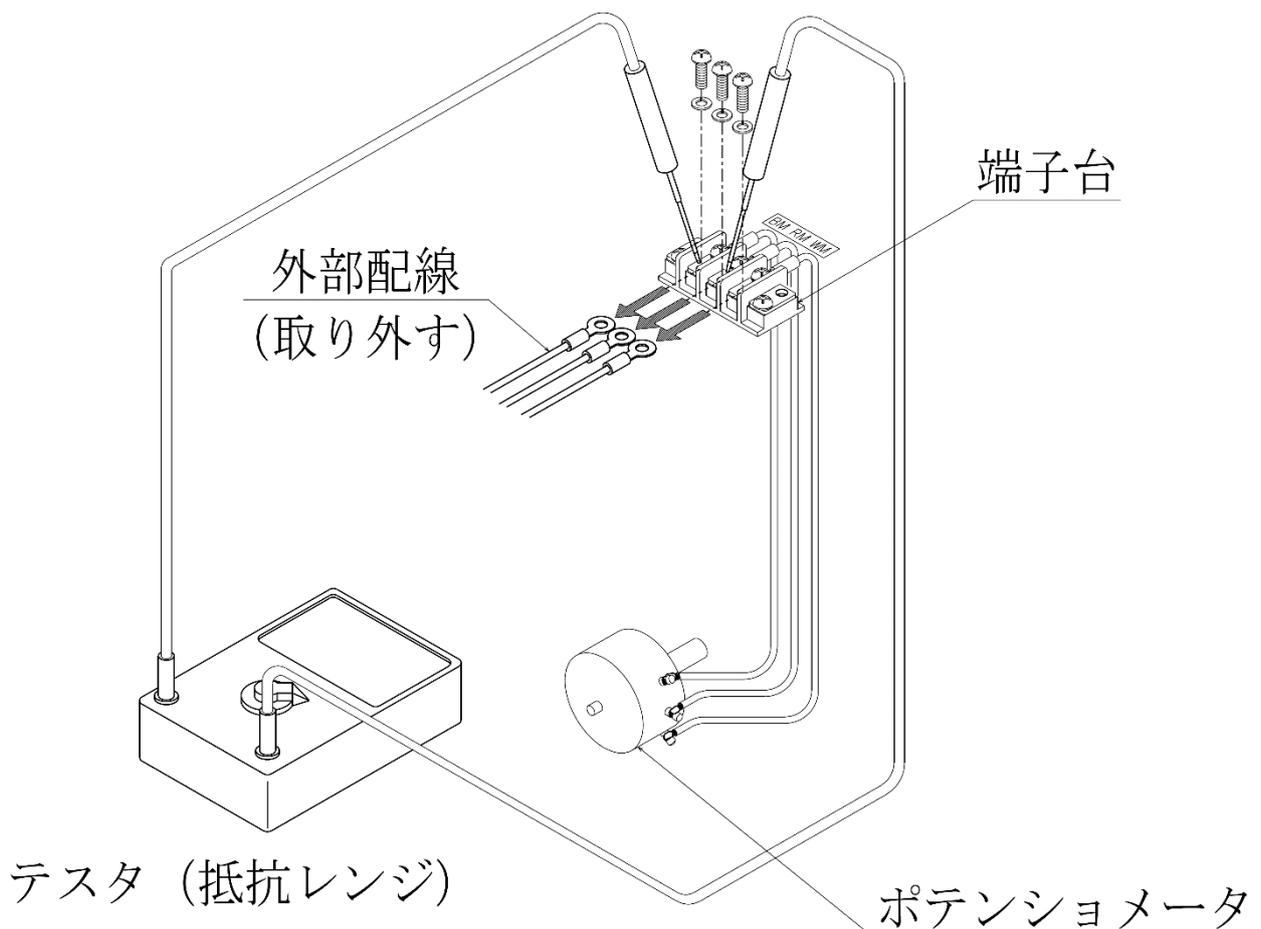

図9 : ポテンシオメータの点検
(1) ポテンシオメータの点検方法 (図9 参照)
- ①コントロールモータを電動動作で全閉位置とし電源を遮断します。
- ②スイッチカバーを外し、端子BM, RM, WMに接続されている外部配線を解線します。
- ③端子BM-RM又はRM-WM間にテスタ (抵抗レンジ) をあて、電動又は手動操作にてコントロールモータを閉→開、開→閉に繰り返し動作させます。
- ④動作中にテスタの数値がスムーズに上昇 (下降) するか確認します。この時、数値が急激に変化したり、動作量に対し数値が比例して変化しない場合はポテンシオメータの異常が考えられます。